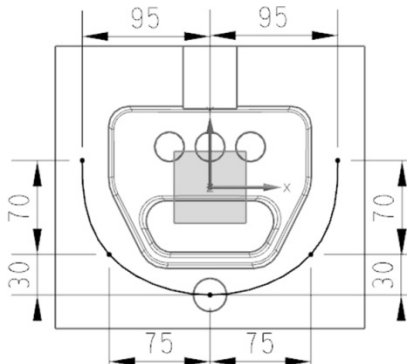

图 16-43 绘制艺术样条曲线截面
(4) 选取“菜单 | 插入 | 基准/点 | 基准 CSYS”，插入基准坐标系。
(5) 在“注塑模向导”工具条中单击“流道”按钮，在【流道】对话框中单击“绘制截面”按钮，选取 XOY 平面为草绘平面，X 轴为水平参考，单击“确定”，进入草绘模式。
(6) 选取“菜单 | 插入 | 曲线 | 艺术样条”命令，在【艺术样条】对话框中“类型”选取“通过点”选项，绘制一条艺术样条曲线，如图 16-43 所示。